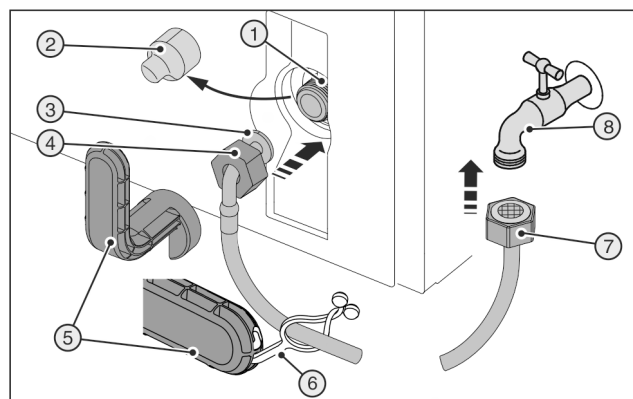
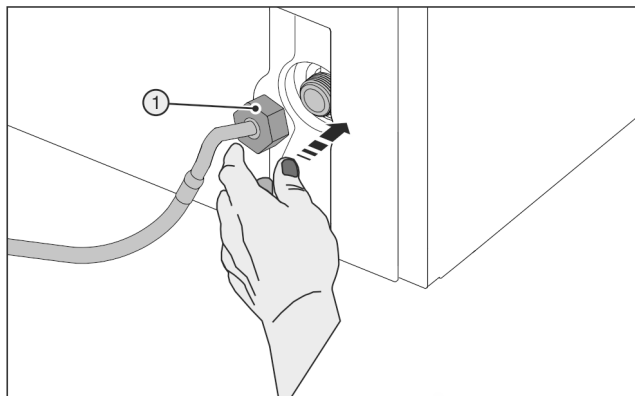

Fig. 45
Fig. 46
Zerbrochenes Hilfswerkzeug Fig. 45 (5) !
- ▶ Hilfswerkzeug Fig. 45 (5) ausschließlich bei Raumtemperatur verwenden.
- ▶ Abdeckung Fig. 45 (2) abziehen.
- ▶ Erleichterte Montage: Gerades Schlauchende Fig. 45 (7) nach links auf den Boden auslegen.
- ▶ Mutter Fig. 45 (4) über abgewinkeltes Schlauchende Fig. 45 (3) bis zum Ende schieben und festhalten.
- Mutter Fig. 46 (1) vorsichtig ansetzen und mit zwei Fingern gerade auf Gewinde schrauben, bis ein sicherer Sitz erreicht ist.
- Mutter Fig. 46 (1) mit Hilfswerkzeug Fig. 45 (5) im Uhrzeigersinn festziehen bis maximales Drehmoment erreicht ist und Hilfswerkzeug Fig. 45 (5) überdreht.
- Mutter Fig. 45 (7) auf Absperrhahn Fig. 45 (8) schrauben.
- Mutter Fig. 45 (7) mit Hilfswerkzeug Fig. 45 (5) im Uhrzeigersinn festziehen bis maximales Drehmoment erreicht ist und Hilfswerkzeug Fig. 45 (5) überdreht.
- Absperrhahn Fig. 45 (8) der Wasserzuführung öffnen und gesamtes Wassersystem auf Dichtigkeit prüfen.
- Lasche Fig. 45 (6) in Hilfswerkzeug Fig. 45 (5) einhaken und zur Aufbewahrung am Edelstahlschlauch befestigen.